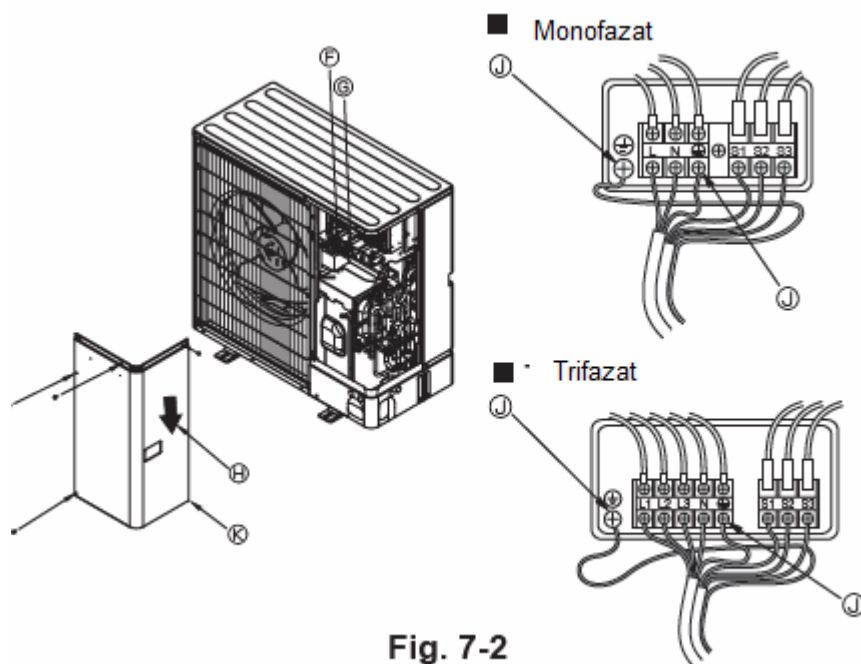

Fig. 7-2
7.1. Unitate exterioara (Fig. 7-1, Fig. 7-2)